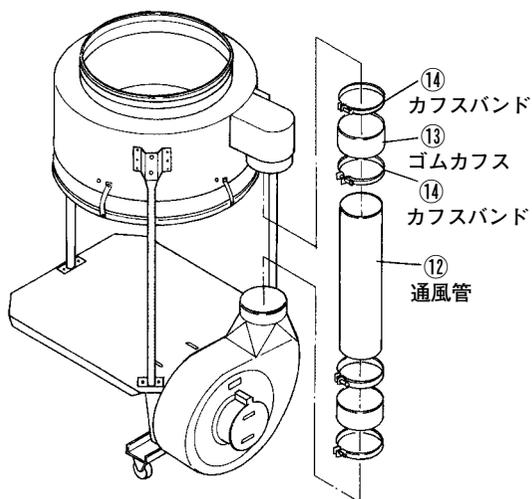

図 9
(6) フィルタバック⑮を図9の矢印Aの方向に押し、スプリング部を変形させて、ドラム①の内側の溝部にはめ込みます。
(7) ダストバッグ⑯のホック部⑰をスチールベルト⑱の内側にくぐらせて、カメノコウボルト⑲に5カ所をはめ込みます。
(8) スチールベルト⑱のクランプを固定して組み立て完了です。